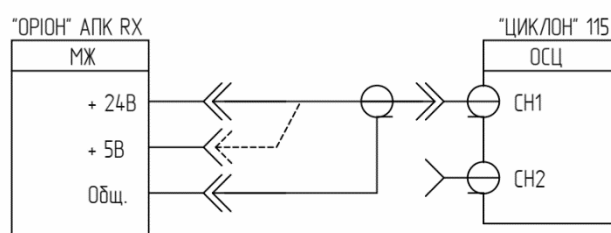

Рисунок 8.8.3 – Схема вимірювання рівнів + 5 В і + 24 В (МЖ з вимірювальними гніздами)
**Увага!** В модернізованих модулях живлення передбачені спеціальні вимірювальні гнізда, в цьому випадку виймати модуль з корпусу не обов'язково (див. рисунок 8.8.3).